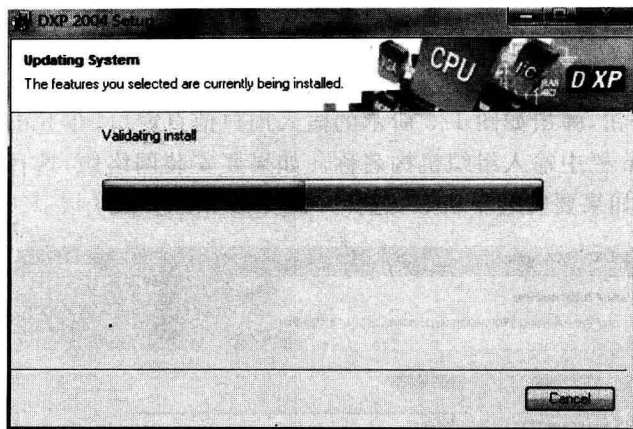

图 1.5 安装进行中
⑤ 单击 Next 按钮开始安装,如图 1.5 所示。
⑥ 图 1.5 中进度达到 100%后,单击 Finish 按钮,完成安装。
⑦ 运行安装盘中 DXP 2004 SP2.exe 文件,安装 SP2 汉化补丁。安装 SP2 汉化补丁后,打开 Protel DXP 2004 软件,执行 DXP|Preference 命令,在弹出的对话框中选中 Use localized resources 复选框,单击 OK 按钮,关闭 Protel_DXP_2004,重新打开后变为简体中